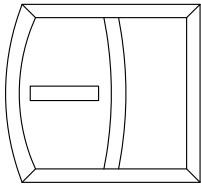

Abb. 2 Einsetzen der 1. waagerechten Sprosse
- Setzen Sie nacheinander die 1. (Abb. 2) und die 2. (Abb. 3) waagerechte Sprosse ein.